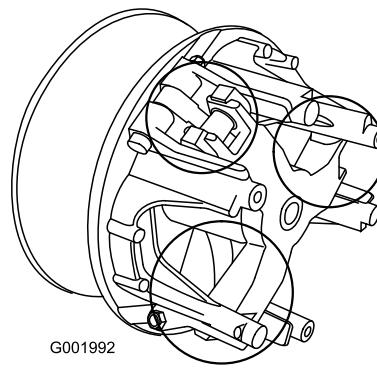

図 59
- 図 59 で○で囲んで表示している部分の可動部に Toro ドライ潤滑剤（Toro 代理店で購入可能）をスプレーする。